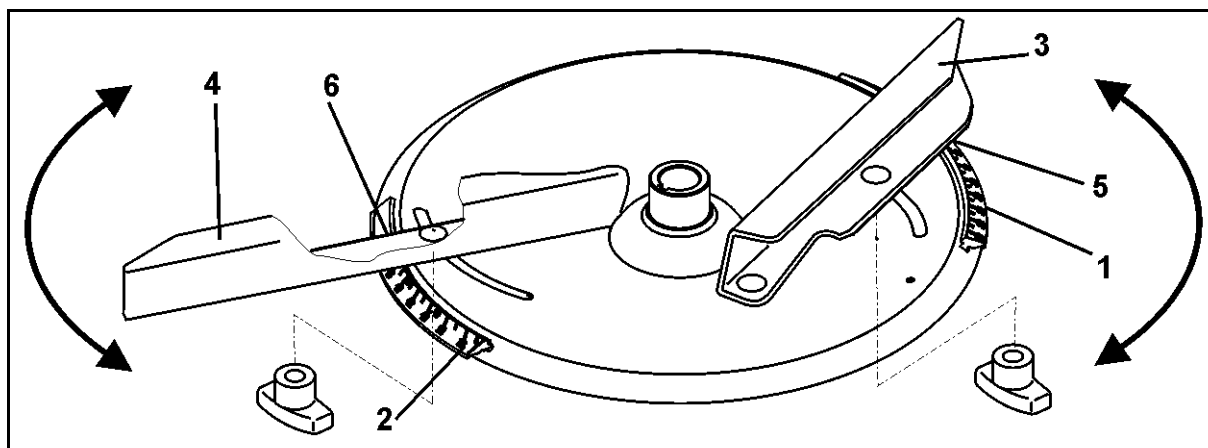

Fig. 84
Pentru reglarea exactă și fără scule a poziției fiecărei palete, pe fiecare disc de împrăștiere sunt amplasate două scale diferite, fără posibilitate de confuzie (Fig. 84/1 și Fig. 84/2).
- Paletelor de împrăștiere mai scurte (Fig. 84/3) îi este atribuită scala (Fig. 84/1) cu valori între 5 și 28, iar paletelor de împrăștiere mai lungi (Fig. 84/4), scala (Fig. 84/2) cu valorile între 35 și 55.
- o Pentru paleta de împrăștiere scurtă (Fig. 84/3) citiți valoarea de reglare pe muchia de citire (Fig. 84/5).
- o Pentru paleta de împrăștiere lungă (Fig. 84/4) citiți valoarea de reglare pe muchia de citire (Fig. 84/6).
- Rabatarea paletelor de împrăștiere la o valoare numerică mai mare pe scala (Fig. 84/1 resp. Fig. 84/2) va avea ca efect o mărire a lățimii de lucru.